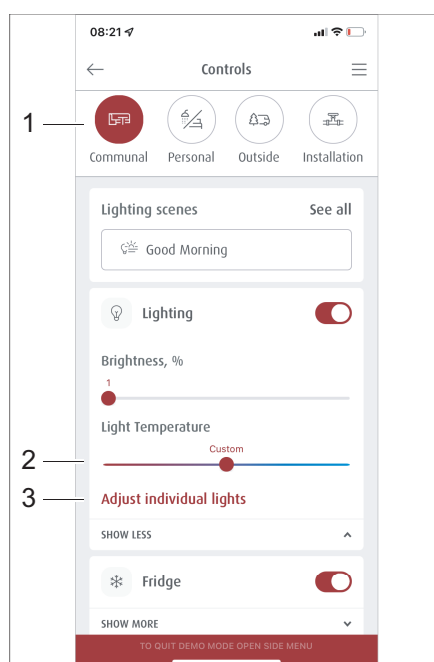
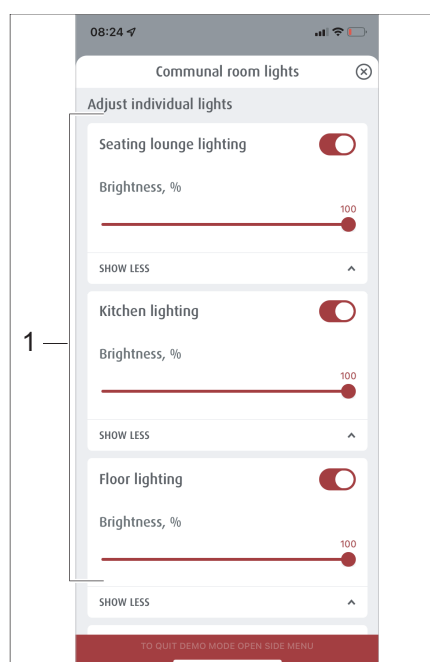

Bild 304 Val av färdiga scenarior
Bild 305 Administrera scenarior
- På menyn *Hantering* klickar du på knappen *Boende* (Bild 304,1) tippen.
- På menyn *Boende* klickar du på knappen *Ställa in individuell belysning* (Bild 304,3) tippen.
Menyn *Ställa in individuell belysning* (Bild 305) visas.
- På belysningsvalet (Bild 305,1) väljer du önskad belysning och ställer in ljus-temperaturen med skjutreglaget (Bild 304,2).